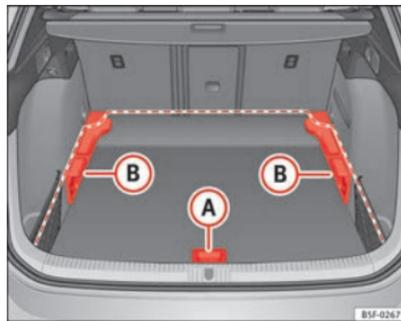
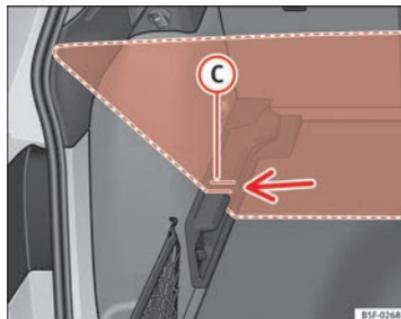

Fig. 110 Plancher de coffre à bagages modulable : positions
Fig. 111 Plancher de coffre à bagages modulable : rainures inclinées. ►
- Relevez le plancher avec la poignée ⇒ fig. 110 (A), tirez-le vers l'arrière jusqu'à ce que la partie avant du plancher dépasse complètement les supports (B).
- Déplacez le plancher vers l'avant sur ces derniers jusqu'à ce qu'il bute contre le dossier de la banquette arrière et ensuite, abaissez le plancher avec la poignée (A).
- Relever le plancher avec la poignée ⇒ fig. 110 (A), tirez-le vers l'arrière jusqu'à ce que la partie avant du plancher dépasse complètement les supports (B).
- Ensuite, faites coïncider cette partie avant avec les rainures inférieures des supports en question et faites coulisser le plancher vers l'avant jusqu'à ce qu'il bute contre le dossier de la banquette arrière en abaissant en même temps le plancher avec la poignée (A).
- Relevez le plancher modulable avec la poignée ⇒ fig. 110 (A) et tirez-le vers l'arrière jusqu'à ce que la partie avant du plancher dépasse les rainures inclinées ⇒ fig. 111 (C).
- Faites passer le plancher par les rainures en question en vous aidant de la poignée (A) jusqu'à ce qu'il bute contre le dossier de la banquette arrière et que le plancher s'appuie sur les rainures.